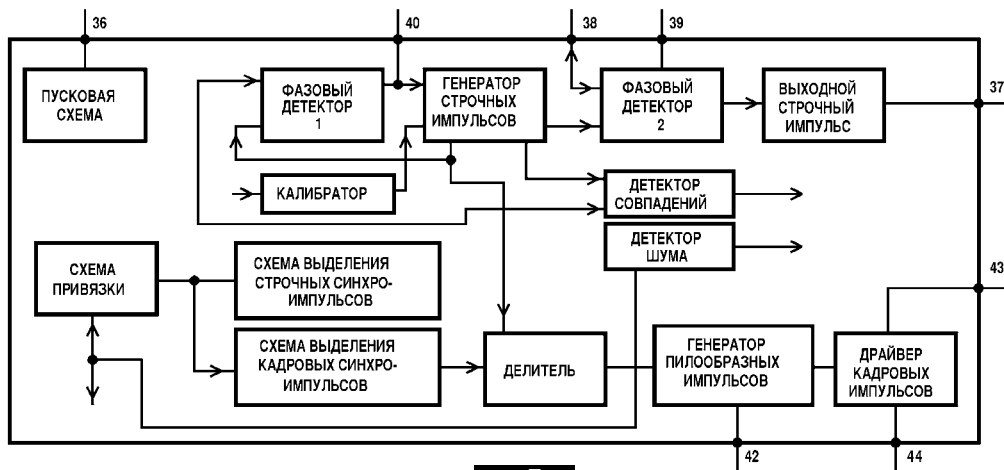

рис. 7
**Селектор синхроимпульсов и задающий генератор строчной и кадровой разверток.** Функциональная схема селектора и генераторов показана на рис.7. Видеосигнал поступает на схему выделения синхроимпульсов через конденсатор С108 и вывод 13 ИМС либо через конденсатор С139 и вывод 15 для внешнего источника видеосигнала. В схеме выделения синхроимпульсов определяются уровни черного и верхний уровень синхроимпульса, затем синхроимпульсы усиливаются до фикси-